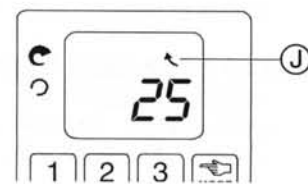

FIG. 2 MODE NORMAL
- [J] SYMBOLE DE MODE – Montre le mode actuel. (Voir figures 2, 3, 4 et 5)
Appuyer sur la touche MODE pour afficher le symbole. ⏸ (Figure 2). Entrer un nombre de 1 à 999. Appuyer sur le BRAS DE DECLENCHEMENT. L'appareil effectue un cycle, passe en marche arrière et s'arrête.